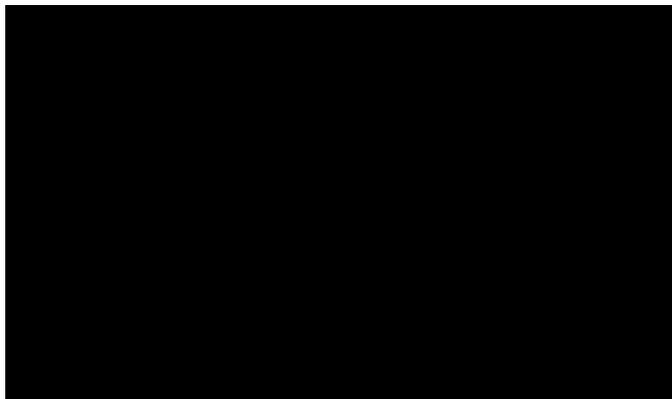

図5 委託業者名の略号の右横の場合
- e) **受託工場の表示** 受託工場の表示は、受託業者による鑄造の場合に表示し、社団法人 日本水道協会の検査工場登録番号を鑄出し又は打刻によって図5~7に示すように委託業者名の略号の右横、上側又は下側に行う。